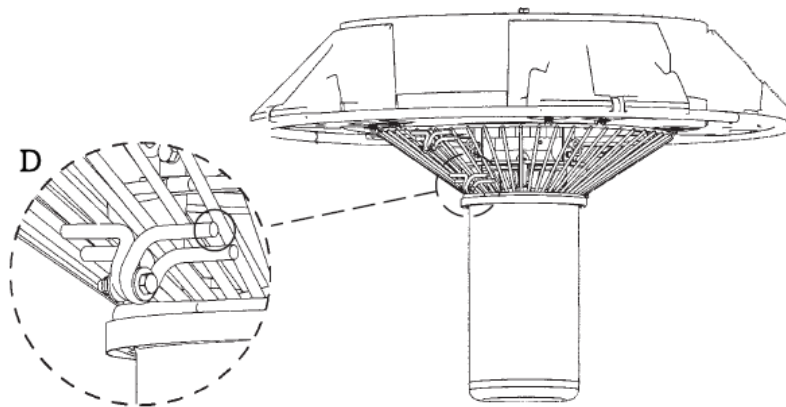

Abbildung 7
**B. Bringen Sie die Netzkabel-Zugentlastung an.** Führen Sie die Drahtschlinge der Zugentlastung um einen Stab bzw. eine Halterung des Filters (siehe Abbildung 7, Bildausschnitt D). Befestigen Sie das Ende der Drahtschlinge wieder an der Zugentlastung.